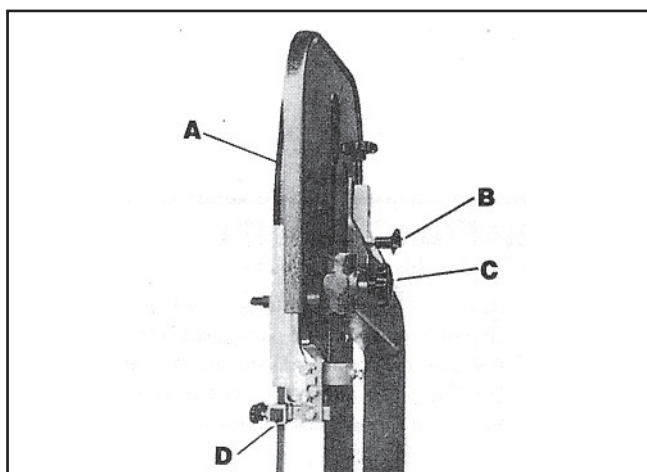

Figura 19
Después de haber aplicado la tensión a la cuchilla, lentamente y con la mano de vueltas a las ruedas hacia delante y observe la cuchilla (A) Figura 19 para ver si viaja por el centro de la rueda superior. Si la cuchilla topa con la punta, gire la perilla a la izquierda y esto inclinará la punta de la rueda al centro. Si la cuchilla topa con la punta posterior, gire la perilla a la derecha. Ajuste la perilla (B) sólo una fracción de la vuelta cada vez. Nunca trate de ejercer tracción a la cuchilla mientras la máquina esté corriendo.
La guía superior de la cuchilla (D) Figura 19, deberá ser colocada tan cerca como sea posible de la superficie del material que se va a cortar aflojando la manija (C) y moviendo la guía del ensamblaje (D) a la posición deseada.